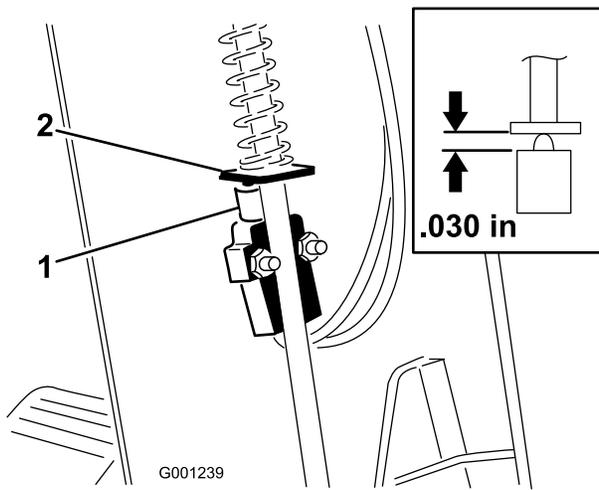

Bild 61
3. Schieben Sie die Abdeckung auf der Lenkwelle nach oben, um den Schalter der Feststellbremse freizulegen (Bild 61).
5. Richten Sie die Schaufel der Feststellbremsstange mit dem Schalterkolben aus (Bild 61)
6. Drücken Sie die Feststellbremsstange nach unten und den Schalter nach oben, bis die komprimierte Länge des Schalterkolbens 0,8 mm beträgt (Bild 61, Einsatz) . Dies ist der Abstand zwischen der Schaufel der Bremsstange und dem Gehäuse des Schalterkolbens.